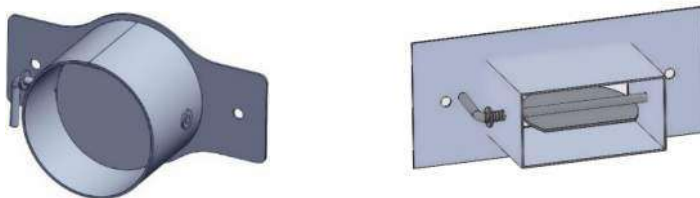

Рис.2 Варианты выходов дымохода
3.5. На задней стенке корпуса предусмотрена возможность подключения выхода дымохода (круглого или прямоугольного сечения) котла к дымовому каналу (Рис. 2); сбоку с обеих сторон в нижнем углу фланец - для приема воды из отопительной системы (7); в верхнем углу фланец - для подачи воды в систему (6).